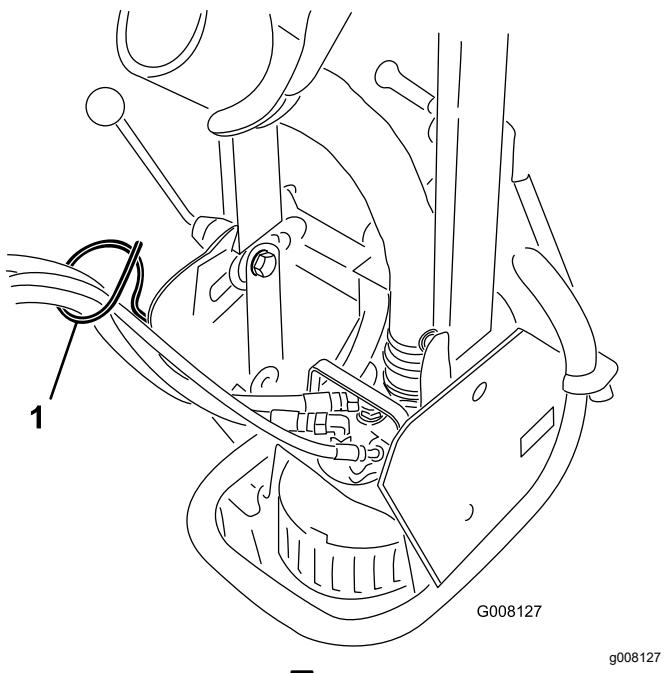

図 4
6. 油圧ホースを、サンドプロのリモート油圧装置に接続する。ホースをホース・ガイド図 4 にセットする。油圧ホースが折れ曲がったり急角度で曲がったりしないように注意すること。